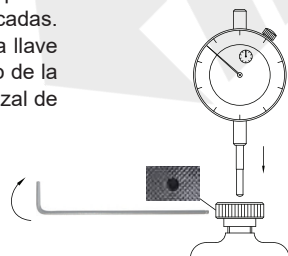

Fig.1
2. Seleccione la punta según la forma de la pieza de trabajo. La punta esférica se utiliza para medir la superficie plana. La punta afilada se utiliza para medir superficies cóncavas o complicadas. Inserte el indicador en el orificio del plano base, utilice una llave para insertarlo en el orificio de bloqueo situado en el centro de la tuerca de bloqueo para bloquearlo y garantizar que el cabezal de medición quede instalado de forma firme y fiable (Fig. 1).